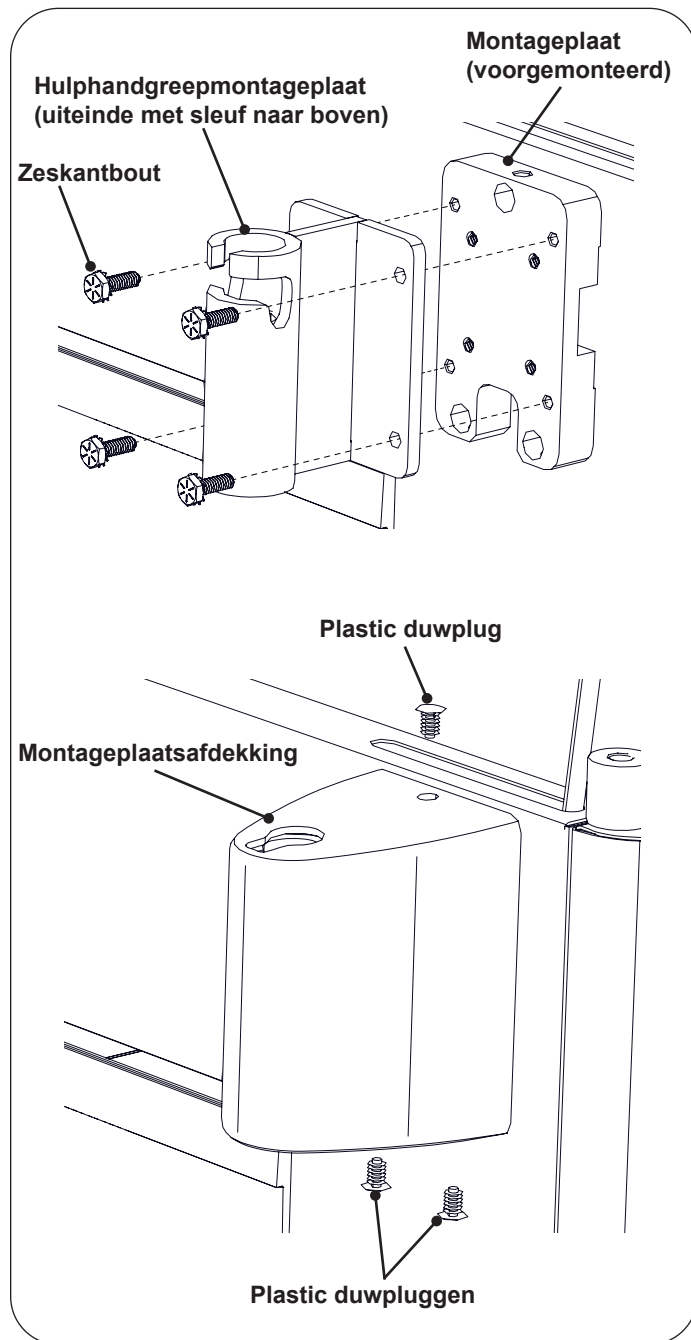

Figure 6. De hulphandgrepen voor patiënten plaatsen
1. Lijn de montageplaat voor de hulphandgreep uit op het gatenpatroon op de montageplaat die al vooraf op de tafel is aangebracht. Verzekert u ervan dat het uiteinde van de hulphandgreepmontageplaat met de gleuf naar boven wijst. Gebruik vier zeskantbouten om de montageplaten aan elkaar te bevestigen. (Zie Figure 6.)
2. Schuif de montageplaatsafdekking over de hulphandgreepmontageplaat met de slotopening naar boven. Lijn het bovenste montagegat uit met het gat bovenin de montageplaat. Druk een plastic duwplug met uw duim erin tot deze gelijk is met de bovenkant van de afdekking (zie Figure 6).